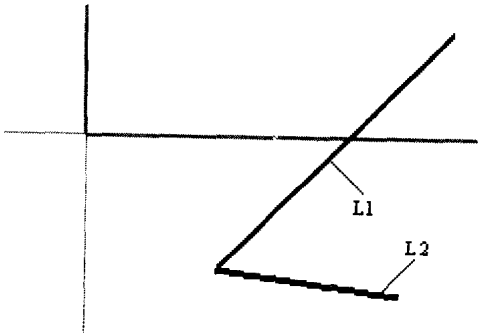
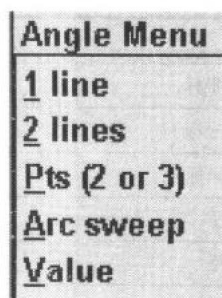
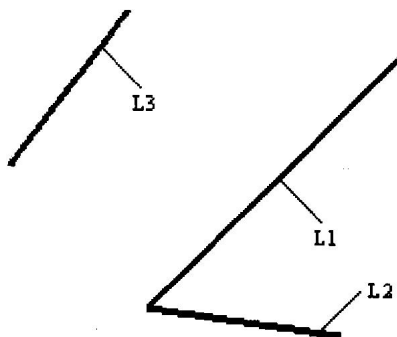

图 1-6
图 1-7
图 1-9
用极坐标方法绘制一条直线，直线的一端点为原点 (0, 0)，角度为图 1-6 中直线 L1 和 L2 之间的锐角，直线的长度为图 1-6 中直线 L2 的长度，绘制步骤如下。
该文件存储的零件图形如图 1-6 所示。
3. 主菜单区出现图 1-7 所示的菜单项, 用鼠标单击图 1-7 中的“2 lines”, 再用鼠标分别拾取图 1-6 中的直线 L2 和 L1;
6. 用鼠标拾取图 1-6 中的直线 L2, 在信息交互区出现直线 L2 的长度值, 按“回车(Enter)”键, 得到所绘直线 L3, 如图 1-9 所示。